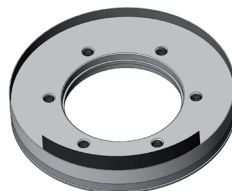

fig. 4
3.4 Die mitgelieferte Stahlfolie als Montagehilfe wird zwischen Messring und Flanschseite eingelegt (fig. 3 ). Nun kann der Messring vorsichtig über den ganzen Umfang des Flansches aufgezogen werden (fig. 4).
3.4 Place the thin delivered foil between ring and flange as shown in fig. 3 and press the ring over the whole circumference of the flange (fig. 4).